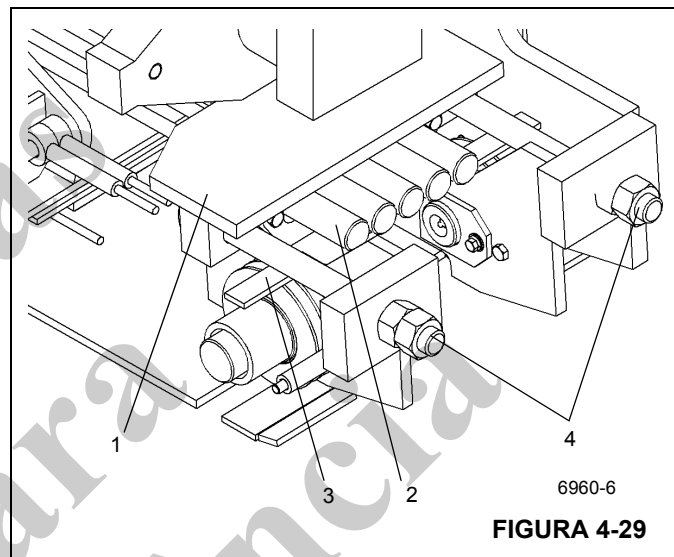

FIGURA 4-29
4. Posicione o conjunto soldado do carro de arrasto do cabo de extensão (1) nos cinco cabos de extensão grandes (2), com as fendas voltadas para baixo, e prenda os cabos no carro de arrasto com a placa de retenção e dois parafusos (3) (Figura 4-29). Tome cuidado para não enroscar os cabos.
5. Instale os dois parafusos de ajuste longos (4) através dos furos no carro de arrasto, com as cabeças voltadas para frente (Figura 4-29).